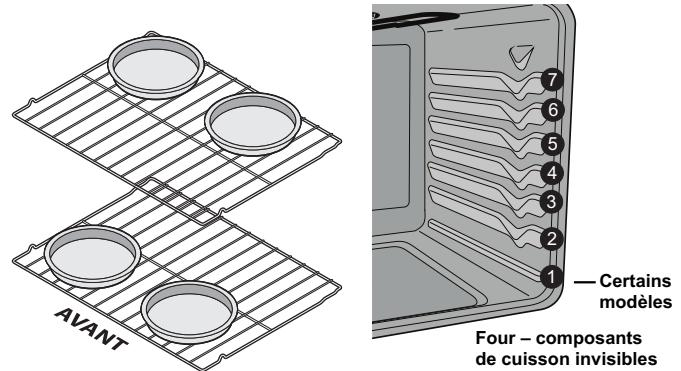

Figure 9 : Emplacement des grilles et des plats de cuisson
- Pour cuire sur deux grilles voir à les placer en position 3 et 5 et disposer les plats comme indiqué dans Figure 9.